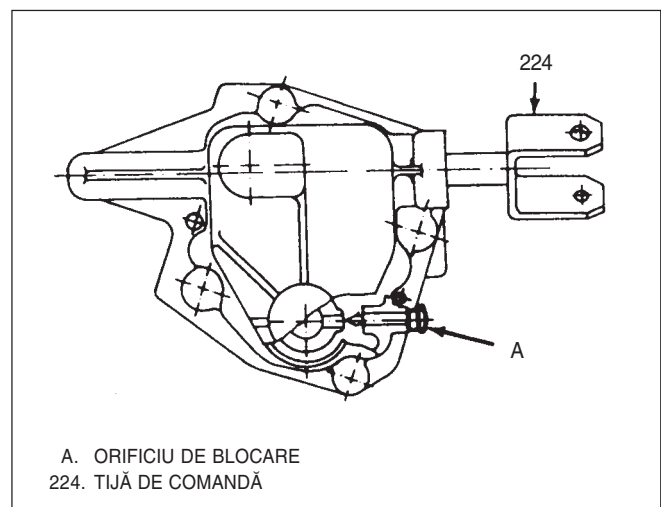

Fig. 10 Bușon orificiu de blocare
- 2) Se poziționează levier schimbător viteze (203) la pct mort.
- 3) Se slăbește șurubul clemei de fixare (210).
- 4) Se demontează bușonul orificiului de blocare A de pe capac (235). (Fig 10)
- Se rotește tija de c-dă pînă cînd se poate introduce în orificiul A un știft de ϕ 4,7mm pînă întră în orificiul corespunzător din levierul intermediar (227).